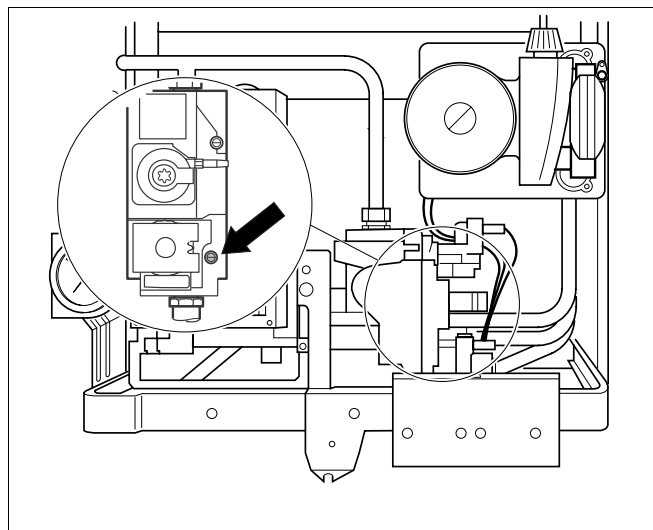
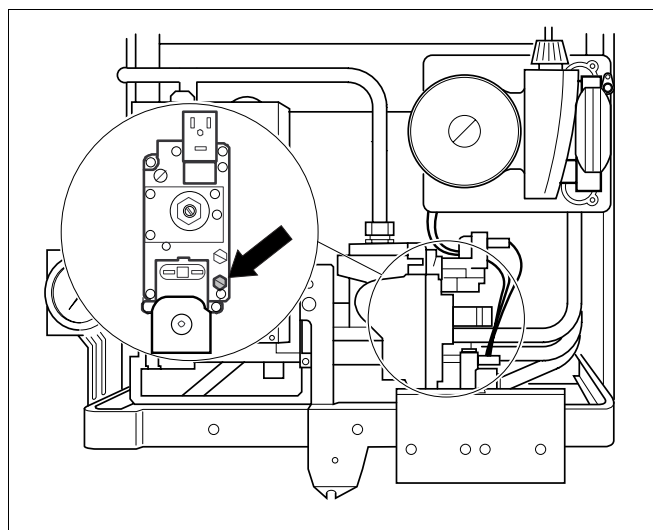

Fig. 17 Purger la conduite de gaz (bloc HONEYWELL)
Fig. 18 Purger la conduite de gaz (bloc SIT)
- Déserrer de deux tours la vis de fermeture sur le mamelon d'essai pour la pression d'alimentation en gaz et la purge pour le bloc HONEYWELL (fig. 17); pour le bloc SIT, il faut la dévisser complètement (fig. 18). Amener le gaz sortant à l'air libre via un tuyau flexible. S'il n'y a plus d'air qui s'échappe, retirer le flexible et reserrer la vis de fermeture.